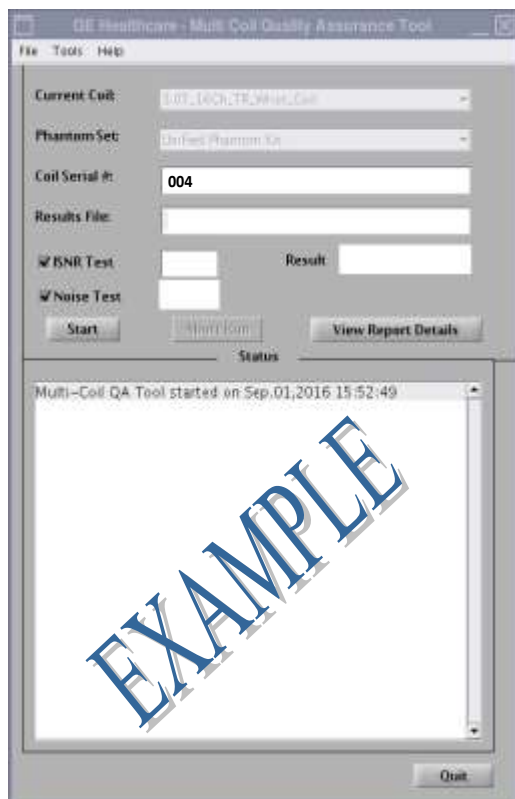

图 3
当前线圈字段将会自动填写 (图 3), 基于连接 LPCA 的线圈的线圈 ID。在 [Coil Serial #] (线圈序列号) 字段中输入正在测试的线圈的序列号。
2. 单击 [Start] (开始) 以开始自动测试, 如图 3 所示。根据测试位置的数量 (线圈的复杂性), 该测试可能需要 3 到 5 分钟。